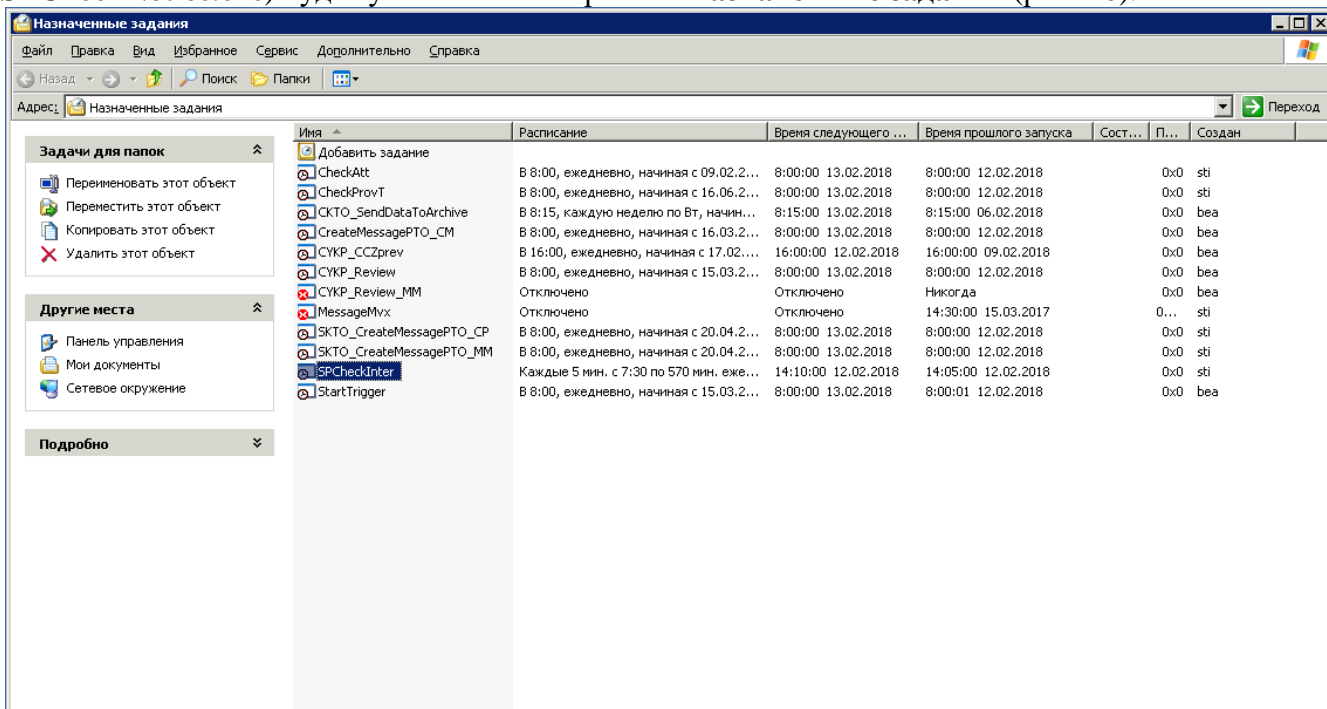

Рис. 20.
4) Нажать кнопку **Применить**, затем **ОК**. Окно закроется. ПМ **SPCheckInter.exe** (**SPCheckNotice.exe**) будет установлен в перечень **Назначенные задания** (рис. 20).